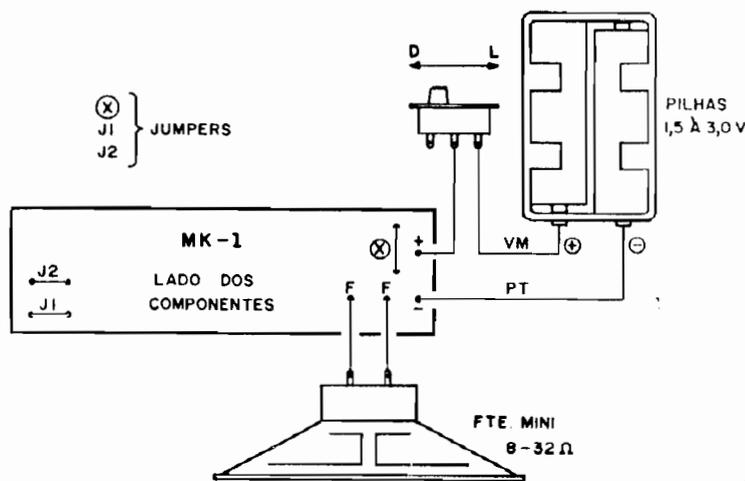

Fig. 4
- FIG. 4 - CONEXÕES EXTERNAS À PLACA (MK1) - Na sua configuração básica, as ligações externas à placa (e o "jumpeamento"... ) devem ser feitas de acordo com o diagrama (placa ainda vista pela face não cobreada...). Atenção à polaridade da